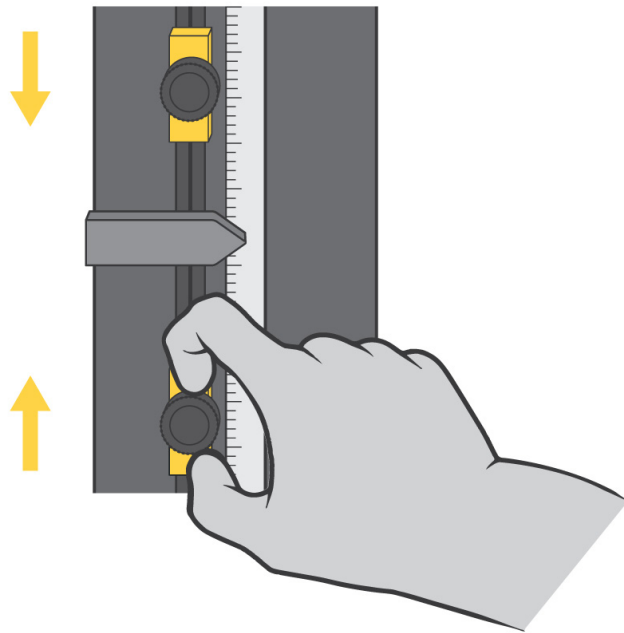

図11. リミットストップの設定
クロスヘッドのリミットストップは、89 ページの図 11 に示すように、試験機のコラム内にあるリミットスイッチ ロッドに取り付けられている調整可能な 2 つのブロックです。リミットストップ (1 および 2) には手で締めたり緩めたりするちょうねじが付いており、リミット ロッド上の任意の位置に移動することができます。クロスヘッドオーバートラベルを防ぐには、試験パラメータを少し越えた所にこれらのストップを位置決めしてください。クロスヘッドが最大プリセットトラベルに達すると、リミットスイッチアクチュエータ (3) がこれらのストップの 1 つと接触します。リミットアクチュエータとリミットストップ間の接触によりリミットスイッチ ロッド (4) が移動し、リミットスイッチが作動します。これによりクロスヘッド動作は停止します。